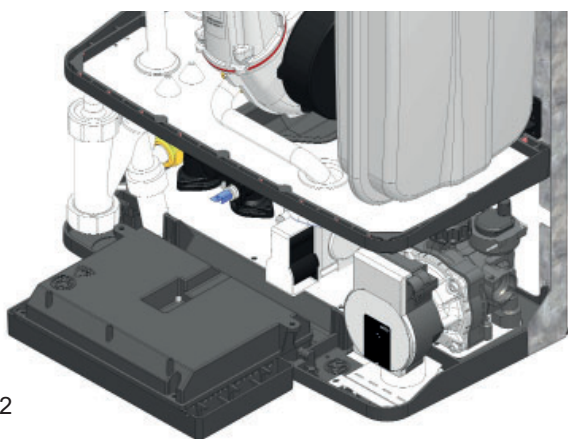

Fig. 32
- Liberare l'accesso alla valvola gas ruotando il pannello strumenti in posizione di aperto (fig. 32).